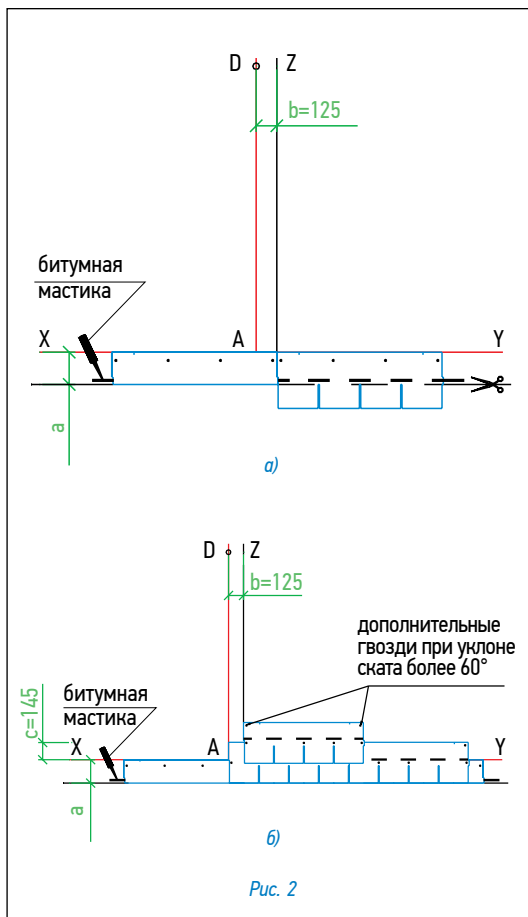

Рис. 2
Укладка материала (рис. 2)
- Начальный ряд формируется из специальной коньково-карнизной черепицы, либо из листов черепицы обрезанных по линии образованной конечными точками вырезов. Элементы начального ряда укладываются по линии карниза в обе стороны от линии Z (рис. 2а) и фиксируются по нижнему краю битумной мастикой, а по верхней кромке 4 гвоздями (ось гвоздей на 5 см ниже верхнего края полосы).
- далее первый ряд черепицы укладывается от линии AD (рис. 2б);
- второй ряд укладывается от линии Z (со смещением 12,5 см от AD) (рис. 2б);
Каждый лист черепицы крепится 5 гвоздями в штатных местах (ось гвоздей на линии битумных клеевых полос) таким образом, чтобы гвоздь прошивал и верхний край нижележащего листа черепицы (рис. 2б).